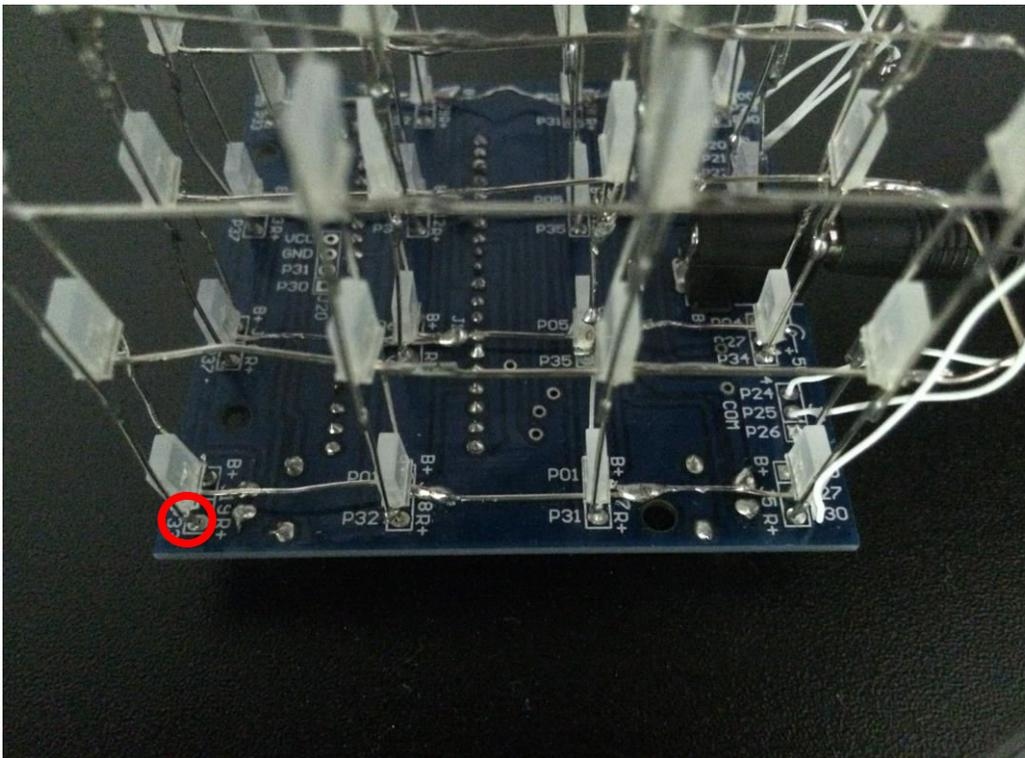

Figure 4: The correct soldering process of the bottom row LEDs
7. Commencez à braser les quatre rangées de DEL sur le circuit imprimé où ces numéros de référence sont imprimés : (P03, P33), (P07, P37), (P02, P32), (P06, P36), (P01, P31), (P05, P35), (P00, P27, P30), (P04, P27, P34), (P04, P23, P34) et (P00, P23, P30). Les pattes de ces DEL doivent être brasées à l'autre côté de la carte. Les schémas qui ont trois numéros de référence tout comme ceux indiqués ci-dessus en rouge sont là où toutes les trois pattes des DEL peuvent être brasées. Les schémas qui ont deux numéros de référence sont ceux où seulement les deux pattes extérieures des DEL seront brasées. Les pattes centrales doivent être brasées à la patte centrale de DEL directement à la droite, dans la même rangée (donc, par exemple, la patte centrale de DEL à (P03, P33) sera brasée à la patte centrale de (P02, P32) et ainsi de suite toujours pour la même rangée – le même procès doit être répété pour les autres rangées). Si c'est fait correctement, vous allez obtenir une structure telle que celle démontrée sur la Figure 4.
8. Commencez pas installer chacune des quatre colonnes de DEL créées auparavant sur les DEL des rangées de fond qu'on vient juste de braser sur le circuit imprimé (Voir Figure 4).